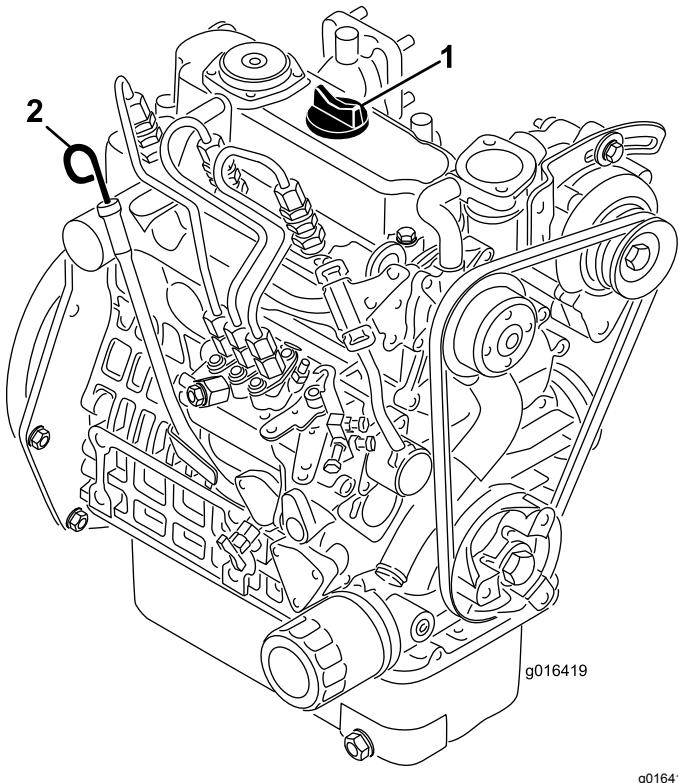

Figure 35
2. Retirez la jauge et essuyez-la sur un chiffon propre (Figure 35).